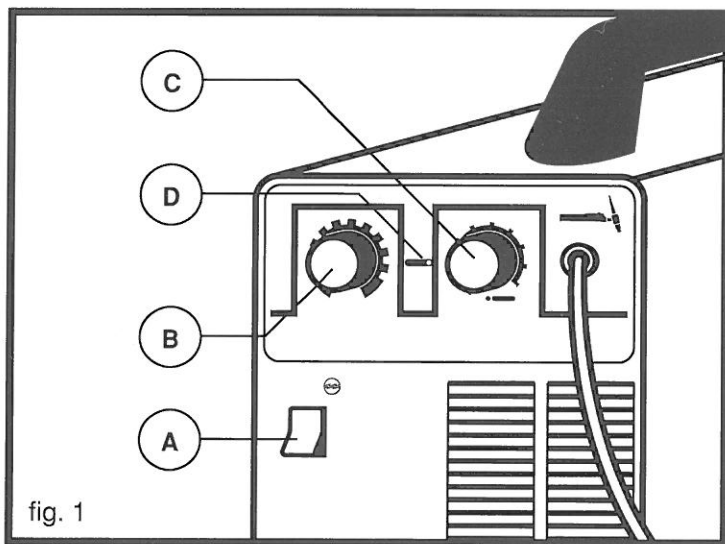

fig. 1
- Poner la máquina en marcha empujando el interruptor A (fig. 1) sobre ON.
- Poner el puño C (fig. 1) sobre CONT y regular la corriente de soldadura por medio del puño B (fig. 1) teniendo en cuenta que para los aceros al carbono y los aceros inoxidables se necesitan 20÷30 A para cada mm. de espesor.
- Regular la corriente de cumbre por medio del puño B (fig. 1) (el tiempo de cumbre es fijo).
- Regular el tiempo de la corriente de base de 0 hasta seg. por medio del puño C (fig. 1) (la corriente de base está fija a 5 Amperios).
En este equipo el cebado del arco se hace por contacto. Para que no se destruya la punta del electrodo durante los encendidos con altas corrientes, se ha llevado a cabo un sistema especial que permite el cebado del arco con la corriente mínima. El sistema consiste en insertar un tiempo de retraso de seg. entre el momento en que se empuja el pulsador de la antorcha y al momento en que la máquina de soldar distribuye la corriente establecida por medio del punto B (fig. 1). A lo largo de este tiempo, el equipo distribuye la corriente míni-
NOTA: El led D ((fig. 1) se enciende al soldar en TIG CONTINUO y sigue la pulsación en TIG PULSADO.
- intervención del termóstato: mirilla de control del interruptor A (fig. 1) encendida
- potenciómetro de regulación B (fig. 1) imperfecto
- fusibles sobre la ficha (6) interrumpidos
DEFECTO: - *Corriente de soldadura no controlable por el potenciómetro "B" (fig. 1)*